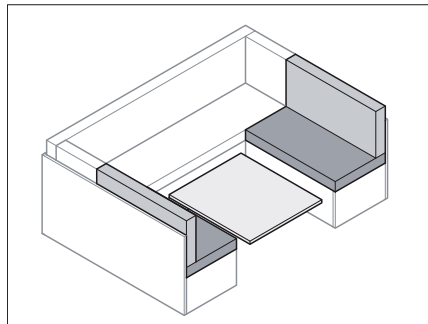

Fig. 72 Transformation de la table
- Transformer la table (Fig. 72) en sommier de lit (voir paragraphe 7.7).